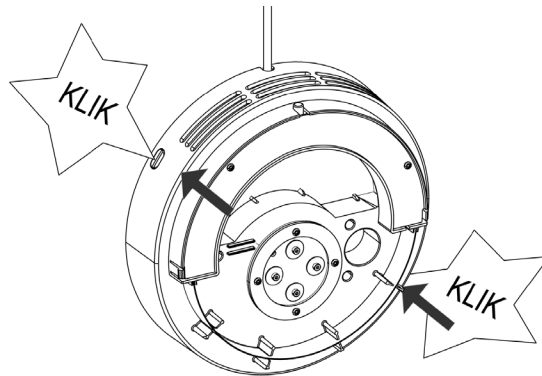

Abbildung 43 - Lüftungsgerät auf die Wandabdeckung klicken
2. Das Lüftungsgerät ganz hineindrücken, bis seine Kappe auf der Wandabdeckung einrastet, siehe Abbildung 43 unten.